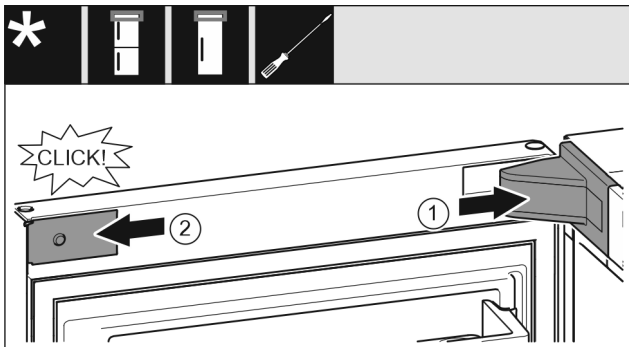

Fig. 20
- ▶ Sätt på lagerbocksskyddet och klicka fast det; skjut ev. försiktigt isär det. *Fig. 20 (1)*
- ▶ Sätt på panelen på sidan och klicka fast den. *Fig. 20 (2)*